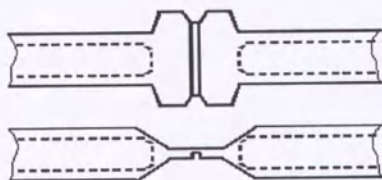

Рис. 6. Вид запаянного шва
10.4. После погасания индикатора подачи ВЧ энергии через 0,5–1 с отпустите рычаг ВЗГ, извлеките магистраль из рабочей зоны и проконтролируйте качество запаянного шва на соответствие Рис. 6.